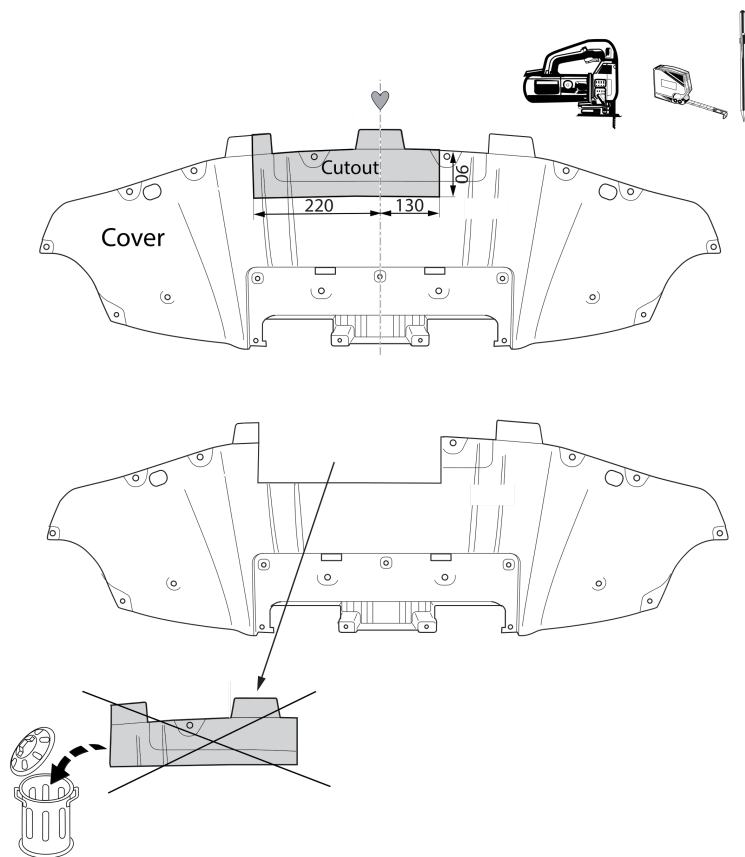

Fig. 3
6. Выпилить часть из пластмассового защитного колпака в середине снизу, как указано на рис. 3.